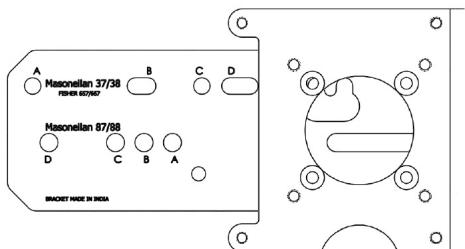

Figure 11 Support de montage de la vanne linéaire
- Monter le support à montage linéaire du SVI II AP sur l'actionneur à l'aide de deux (2) vis d'assemblage 5/16 - 18 UNC. L'emplacement du montage du support dépend de la taille et de la course de l'actionneur. Se reporter aux Figure 11 et Figure 4 à la page 28.
11. Régler le tendon jusqu'à ce que l'orifice dans le levier du SVI II AP soit aligné avec l'orifice témoin dans le support. Serrer les deux contre-écrous du tendon. Se reporter à la Figure 11.